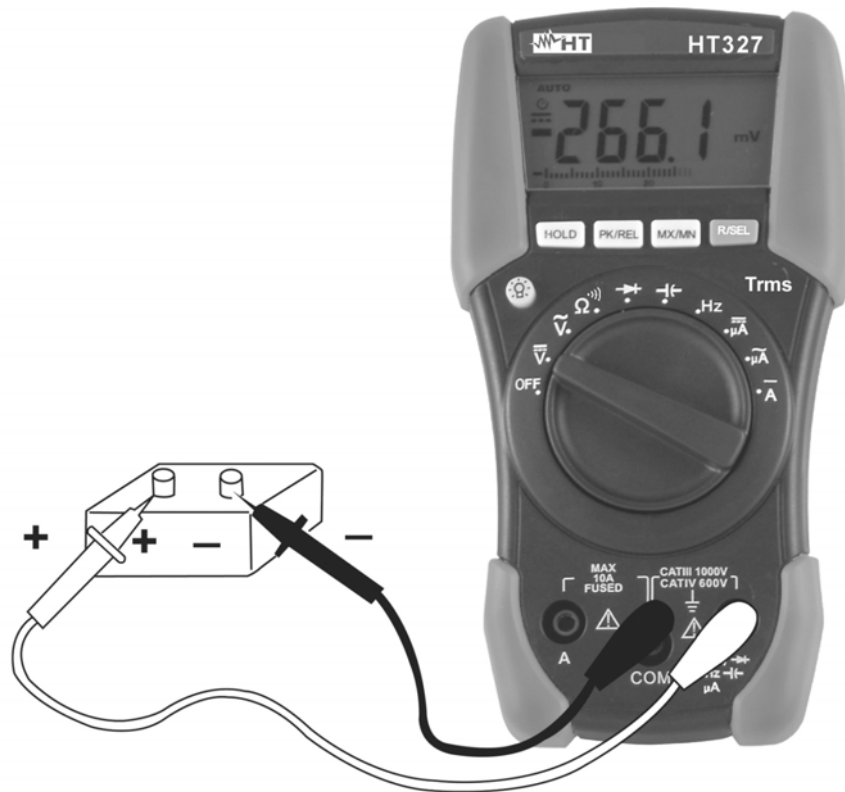

Abb. 2: DC-Spannungsmessung
3. Verbinden Sie die Messleitungen wie folgt: die rote Messleitung in die **V $\overline{\text{---}}$ HzV Ω μ A** - Buchse und die schwarze Messleitung in **COM**-Buchse (s. Abb. 2).
3. Verbinden Sie die Messleitungen wie folgt: die rote Messleitung in die $\rightarrow HzV\Omega\mu A$ - Buchse und die schwarze Messleitung in **COM**-Buchse (s. Abb. 2).